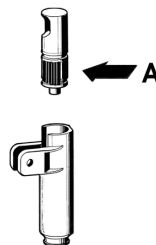

figura 2
**2** Lubrificare il pistone rubinetto (nella zona A indicata in figura 2) utilizzando esclusivamente grasso per uso alimentare.